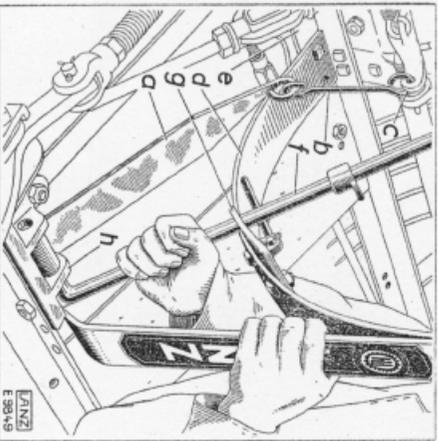

Bild 11. Fußtrittbleger.
o) Fußtritt „a“ (Bild 11) mit der Strobe „b“ am Auslösehebel „c“ einhängen und Sitzstrobe „d“ mit einer Schraube „e“ Vorderrahmenschiene „e“ lose befestigen. Haltehebel „f“ durch Hebelhalter „g“ schieben und den Fußtritt „a“ mittels des Haltehebels am Gußstück „h“ einhängen. Haltehebel versplintn. Dabei ist zu beachten, daß beim Einführen des Haltehebels die Sitzstrobe „d“ auf die Seite gerückt wird.